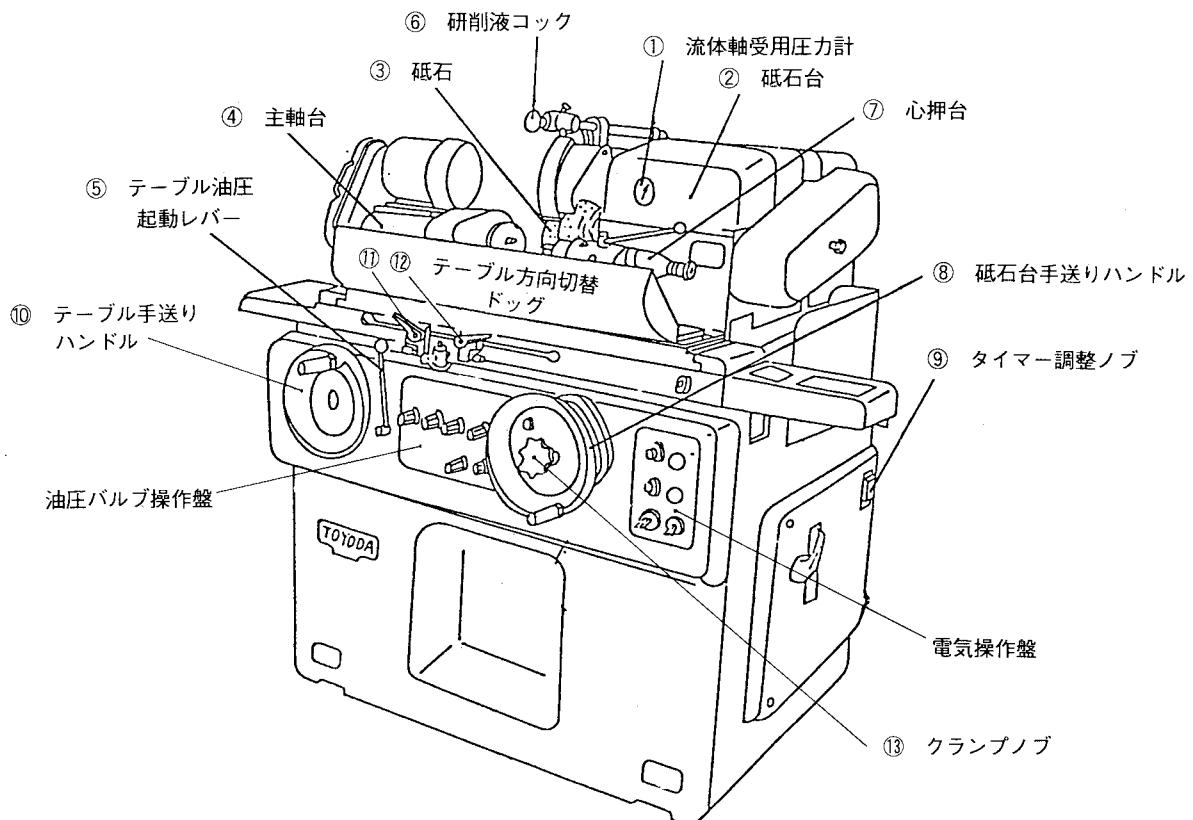
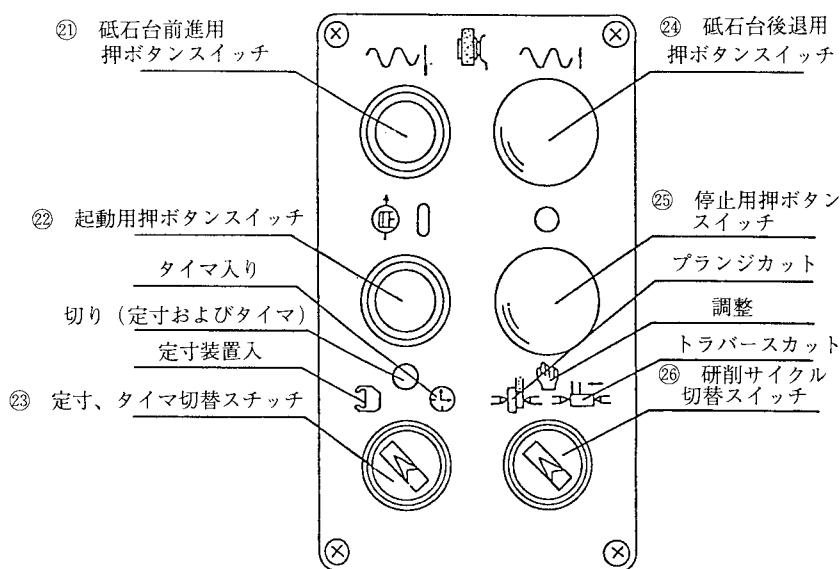
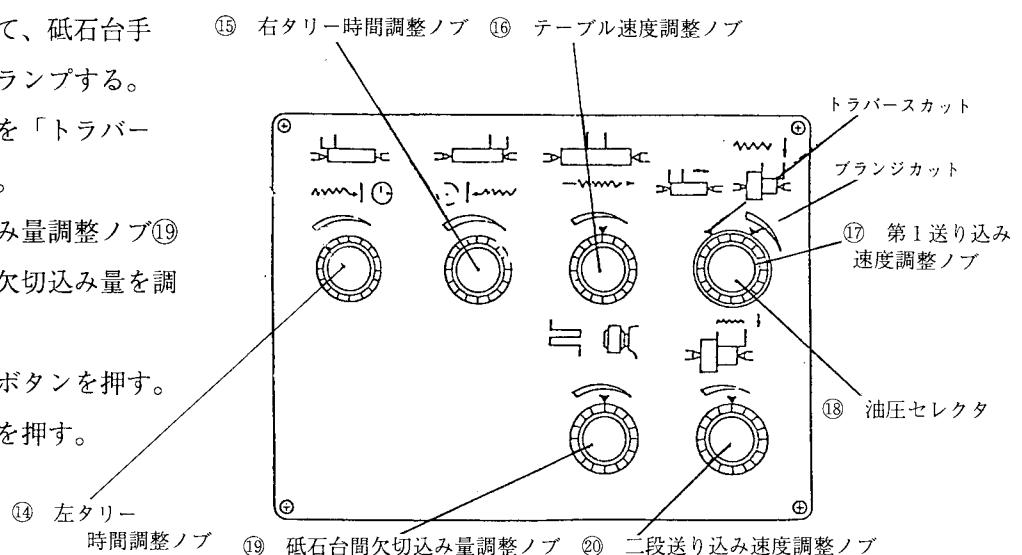

図1-2 円筒研削盤各部の名称
図1-3 電気操作盤
図1-4 油圧バルブ操作盤
(2) 砥石台前進操作
- ① 起動用押ボタン②（図1-3）を押す。
- ② 砥石台を後退させる。
- ・砥石台が25mmの早送り前進をしても、何かにぶつかったりしないように、砥石台手送りハンドル⑧（図1-2）を反時計方向に回して、砥石台を後退させる。
- ③ 定寸タイマ切替スイッチ⑨を「切り」にする。
- ④ 砥石台前進用押ボタン⑩を押す。
- ⑤ 砥石台後退用押ボタン⑪を押す。
- ⑥ 停止用押ボタン⑫を押す。
(3) トラバースカット操作
- ① 起動用押ボタンを押す。
- ② 砥石台手送りハンドルを回して砥石台を後退させる。
- ③ 砥石台前進用押ボタンを押す。
- ④ 主軸台、心軸台が、砥石に当たらないように、テーブル方向切替ドックを安全な位置に設定する。
- ⑤ テーブル油圧起動停止レバー⑤（図1-2）を「油圧」にする。
- ⑥ テーブル速度を調整する。
- ・速度調整ノブ⑯を回してテーブル速度を調整する。
- ⑦ 左右タリー時間調整ノブ⑭⑮を回して、左右タリー時間の調整をする。
- ⑧ クランプノブ⑬（図1-2）を時計方向に回して、砥石台手送りハンドルをクランプする。
- ⑨ 油圧セレクタ⑮を「トラバースカット」にする。
- ⑩ 砥石台間欠切込み量調整ノブ⑯を回して、自動間欠切込み量を調整する。
- ⑪ 砥石台後退用押ボタンを押す。
- ⑫ 停止用押ボタンを押す。
(4) プランジカット操作
- ① テーブル油圧起動停止レバーを「手動」にする。
- ② 起動用押ボタンを押す。
- ③ 砥石台手送りハンドルを回して、砥石台を後退させる。
- ④ 定寸タイマ切替えスイッチ⑩（図1-3）を「タイマ入」に設定する。
- ⑤ タイマ調整ノブ⑨（図1-2）を所定の時間の目盛りに合わせる。
- ⑥ 第1送り込み速度を調整する。
- ・第1送り込み速度調整ノブ⑪（図1-4）をプランジカットの調整範囲内に設定する。